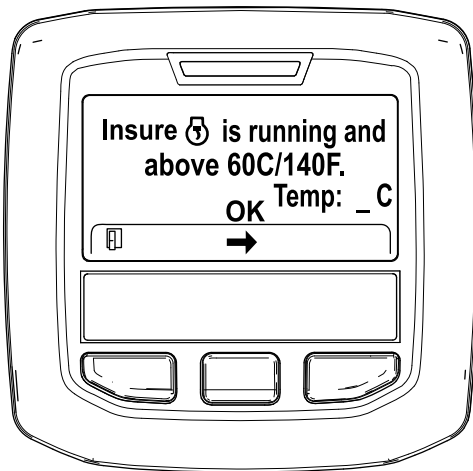

Figura 45
5. Si la temperatura del refrigerante es inferior a 60 °C (140 °F), se muestra el mensaje "Insure ⚙ is running and above 60C/140F" (Asegurarse de que esté en marcha y a más de 60 °C/140 °F) (Figura 45).